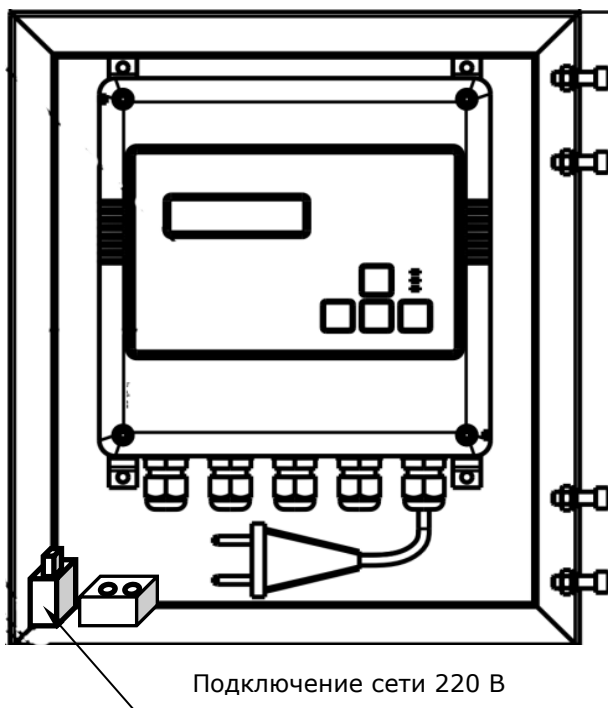

Рис. 9 Схема подключения УУМ к сети 220 В переменного тока при комплектации ИВБ.
4.4. Подключение УУМ к сети переменного тока для вариантов комплектации с ИВБ и ППМ показано на рис.9